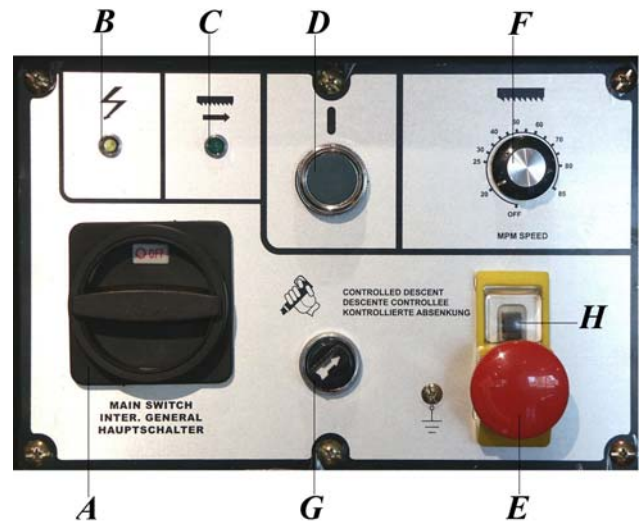
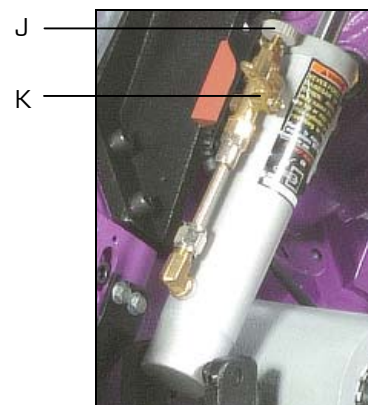

Figure 3
Figure 5
- D. Bouton de mise en marche vert « I » en mode descente autonome. Le bouton associé au commutateur [G fig.3] (flèche à l'opposée du logo « la poignée gâchette ») commande la rotation du ruban et la descente de l'archet (débit réglable au moyen de la molette [J fig.5] située sur le vérin).
- La poignée de commande avec interrupteur à gâchette permet à l'utilisateur d'actionner la rotation du ruban, de descendre et de relever l'archet pendant la procédure de coupe (commutateur [G fig.3] vers le logo « poignée gâchette »). La poignée de commande est composée d'un interrupteur à gâchette [I fig.4], muni d'un dispositif de protection contre les démarrages intempestifs.
- Molette de réglage de vitesse de descente d'archet sur le vérin [J fig.5].
- Manette de blocage ou déblocage de descente d'archet sur le vérin [K fig.5].
1. La flèche du commutateur (G fig.3) doit être dirigée vers le logo représentant « la poignée à gâchette »
2. Régler la dureté du vérin en agissant sur la molette (J fig.5) : plus le chiffre est élevé, plus la descente est facile. Cette vitesse doit être en rapport avec la nature du profilé à couper (économie ruban) (voir chapitre 6.6).
3. Ouvrir la manette du vérin (K fig.5) position verticale.
6. Fermer la manette du vérin (K fig.5) en position horizontale.
1. La flèche du commutateur (G fig.3) doit se trouver à l'opposé du logo représentant la « poignée à gâchette ».
2. Régler la vitesse de descente du ruban en agissant sur la molette du vérin (J fig.5) : plus le chiffre est important, plus la vitesse est conséquente. Cette vitesse doit être en rapport avec la nature du profilé à couper (économie ruban) (voir chapitre 6.6).
4. Ouvrir la manette du vérin (K fig.5) en position verticale, l'archet descendra automatiquement.
7. Fermer la manette du vérin (K fig.5) en position horizontale.